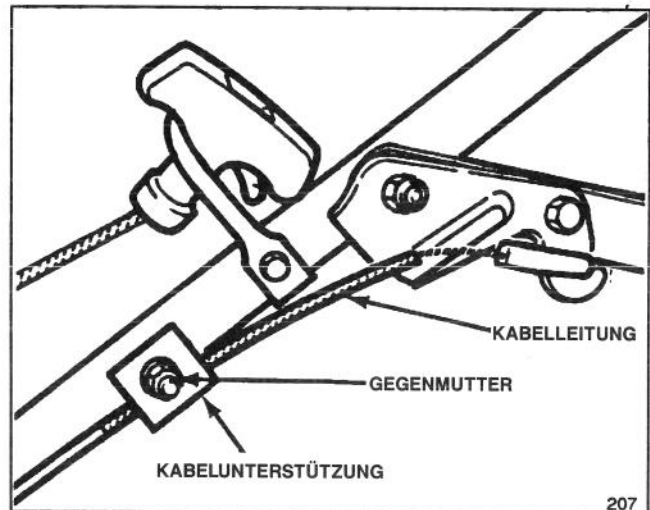

Abbildung 30
3. KABELLEITUNG JUSTIEREN—Gegenmutter an der Kabeleinstellung lösen (Abb. 30). 3 - 4,7 mm Abstand zwischen Bremshebel und Schiebbestange einstellen. Kabelleitung justieren, bis sie straff ist. Dann die Gegenmutter anziehen.